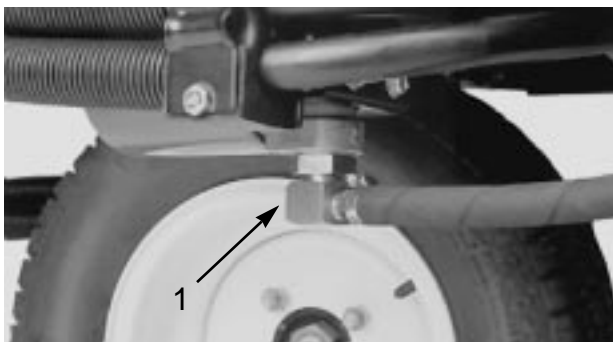
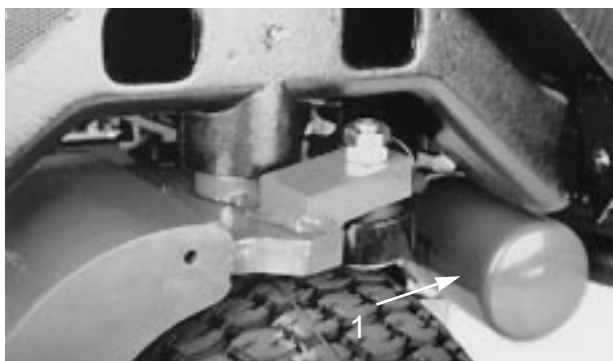

図 52
図 53
2. 油圧ラインの接続部 (図52) または油圧フィルタ (図53) を外し、流れ出すオイルを受け、完全に流れ出たら元通りに接続する。
3. フィルタ (図53) の取り付け部周辺をきれいにふき、下に廃油受けを用意し、フィルタを外す。